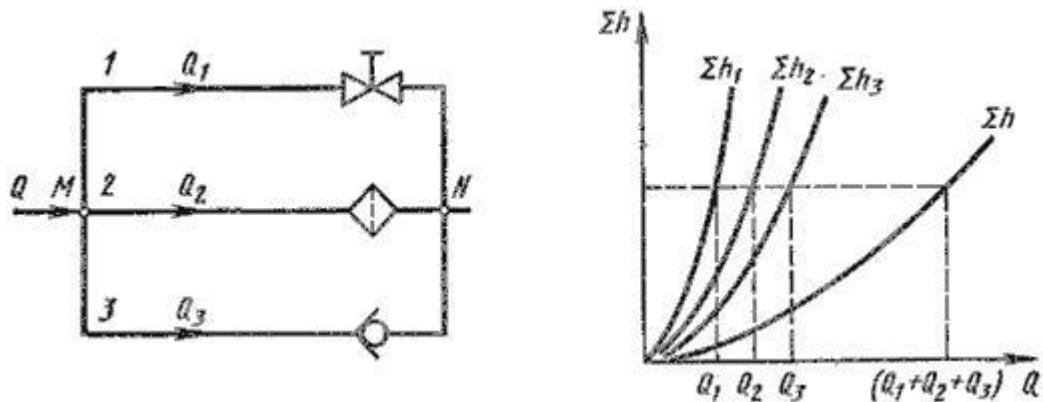

Рис. 4. Параллельное соединение трубопроводов
**Параллельное соединение.** Такое соединение показано на рис. 4, а. Трубопроводы 1, 2 и 3 расположены горизонтально.